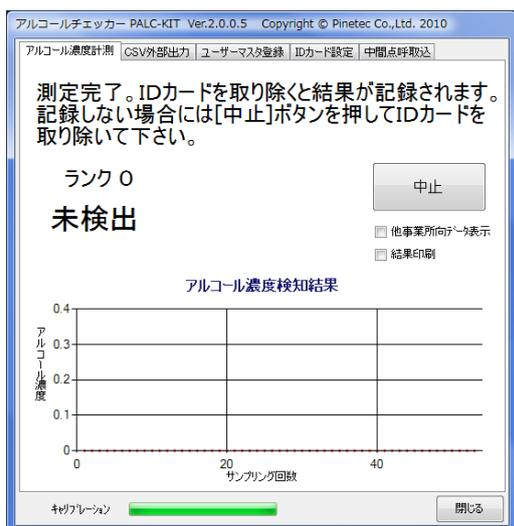

図 49 測定完了画面
(図 49) この際、ID カードが自事業所に登録されていない場合は (3) の ID カード書込みの画面に変わります。